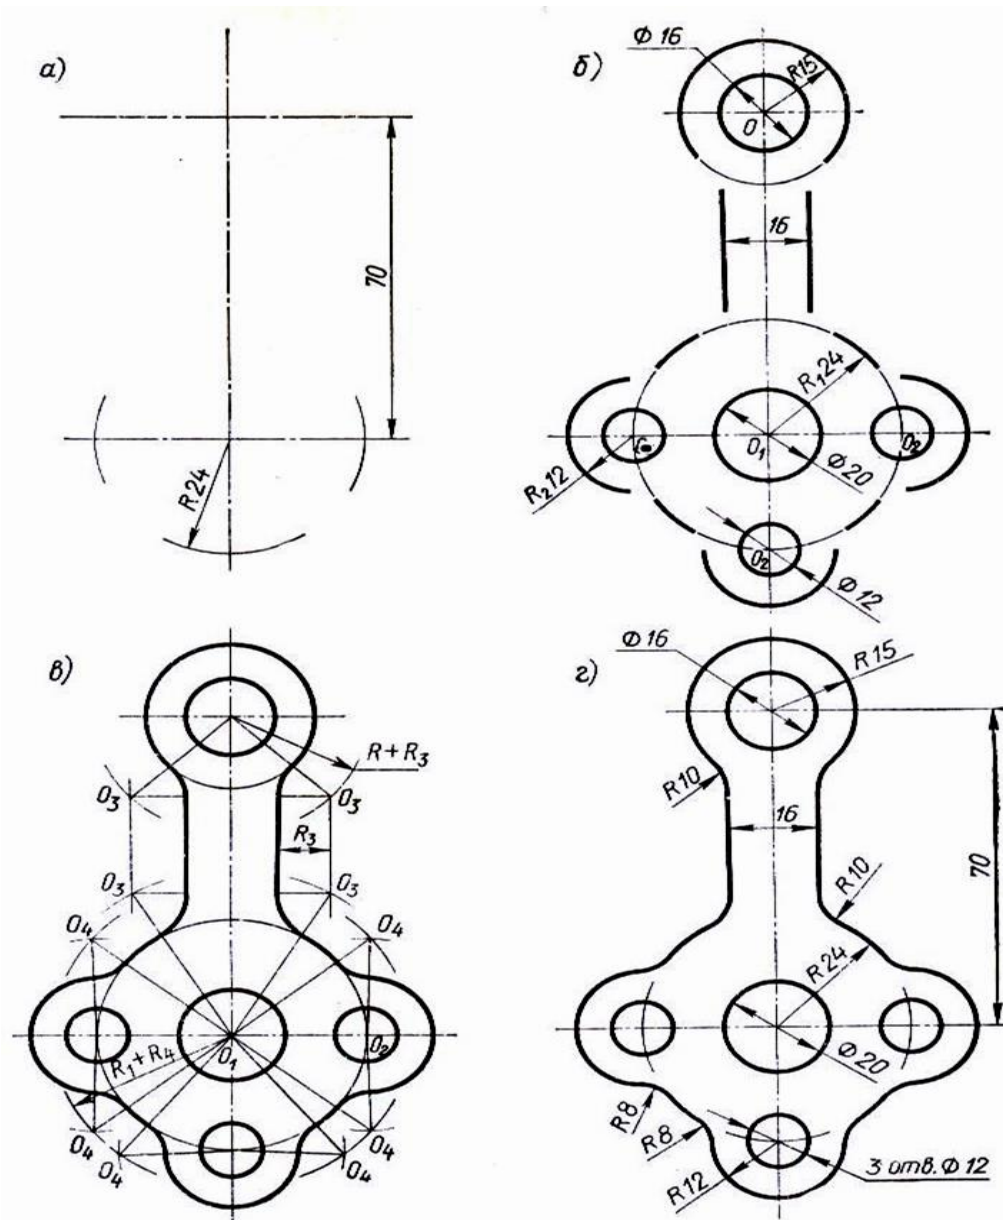

Рисунок 30 – Алгоритм вычерчивания контура технической детали симметричной формы
- 1) Вычерчивание детали начинается с осей симметрии (рисунок 30, а);
- 2) Определяются положения всех центров дуг, которые даны на чертеже по заданию (рисунок 30, б);
- 3) Определяются центры дуг сопряжений, которые находят построением (рисунок 30, в);
- 5) Наносят выносные и размерные линии и проставляют размеры, руководствуясь требованиями ГОСТ 2.307-68*. ЕСКД (рисунок 30, г).